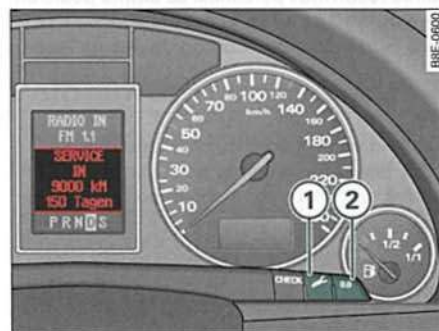

Fig. 7 Detalle del cuadro de instrumentos: Indicación de intervalos de servicio
- Conecte el encendido estando la tecla de servicio ① ⇒ *página 16*, fig. 7 pulsada. En la pantalla digital aparece una de las dos indicaciones siguientes: **SERVICE IN --- KM (INSPECCIÓN EN --- KM)** o bien **SERVICE! (INSPECCIÓN)**.
- Mantenga pulsada la tecla de puesta a cero ② hasta que la indicación **SERVICE IN 2000 --- KM --- TAGEN (INSPECCIÓN EN 2000 --- KM --- DÍAS)** o bien **SERVICE! (INSPECCIÓN)** aparezca en el display.
Con la tecla de puesta a cero ② ⇒ *página 16*, fig. 7 ② se pueden llevar a cabo las siguientes funciones: